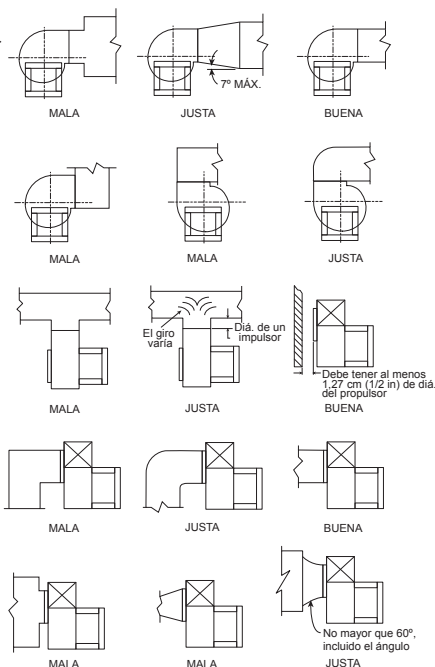

Figura 4
3. El flujo restringido o inestable en la entrada del ventilador puede causar la rotación previa del aire entrante o la carga irregular de la rueda del ventilador, lo que produce pérdidas grandes en el sistema, mayores niveles de ruido y fallas estructurales de la rueda del ventilador. La salida libre o el flujo turbulento en la red de conductos de salida también producirá pérdidas con efectos en el sistema. Los ejemplos en la Figura 4 muestran la disposición del sistema y las configuraciones de entrada y salida que pueden afectar el rendimiento del ventilador.